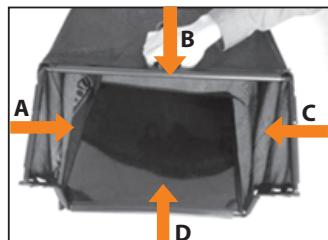

Рис. 8
3. Закрепите резиновые клипсы **A**, **B**, **C**, **D** на каркасе (рис. 8)